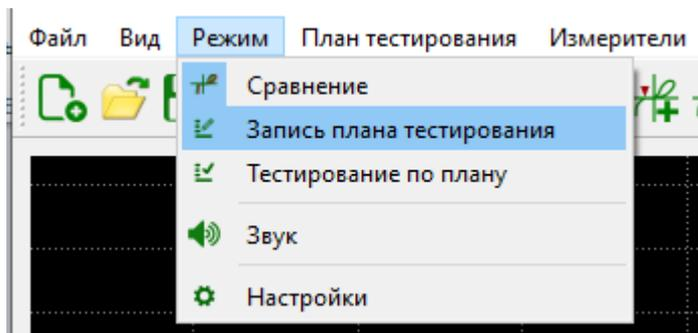

Рисунок 15. Внешний вид меню Режим
- Во вкладке "Режим" -> "Запись плана тестирования" можно создать план тестирования, для снятия ВАХ эталонной платы (рисунок 15). Более подробная инструкция по работе с планом тестирования описана в разделе 6.
1. Для создания плана тестирования, перейдите во вкладку "Режим" -> "Запись плана тестирования" (рисунок 15).
1. Для использования плана тестирования перейдите во вкладку *"Режим"* -> *"Тестирование по плану"* (рисунок 15).